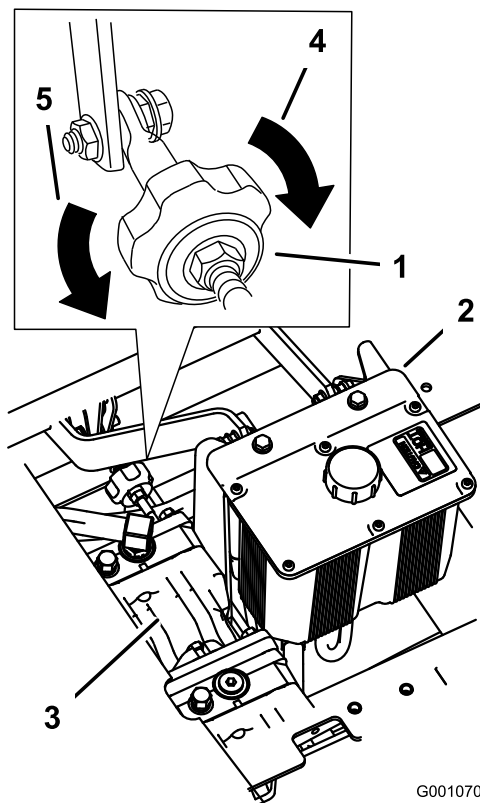

Figura 76
4. Affinché la macchina vada a destra, girate la manopola verso il lato destro della macchina; fate riferimento a Figura 76
5. Affinché la macchina vada a sinistra, girate la manopola verso il lato sinistro della macchina; fate riferimento a Figura 76